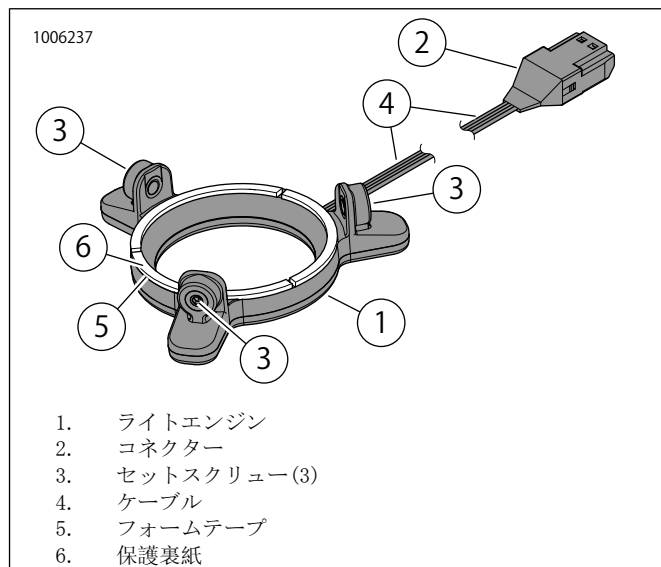

図25。LEDライト、ラウンドステージIIスピーカー
7. 図25を参照してください。ライトエンジン(1)の裏にあるフォームテープ(5)から保護裏紙(6)をはがします。